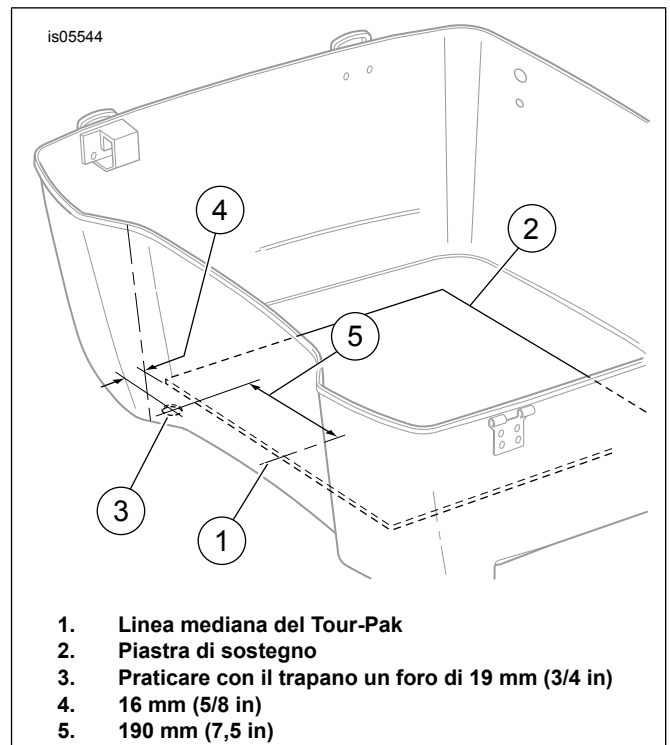
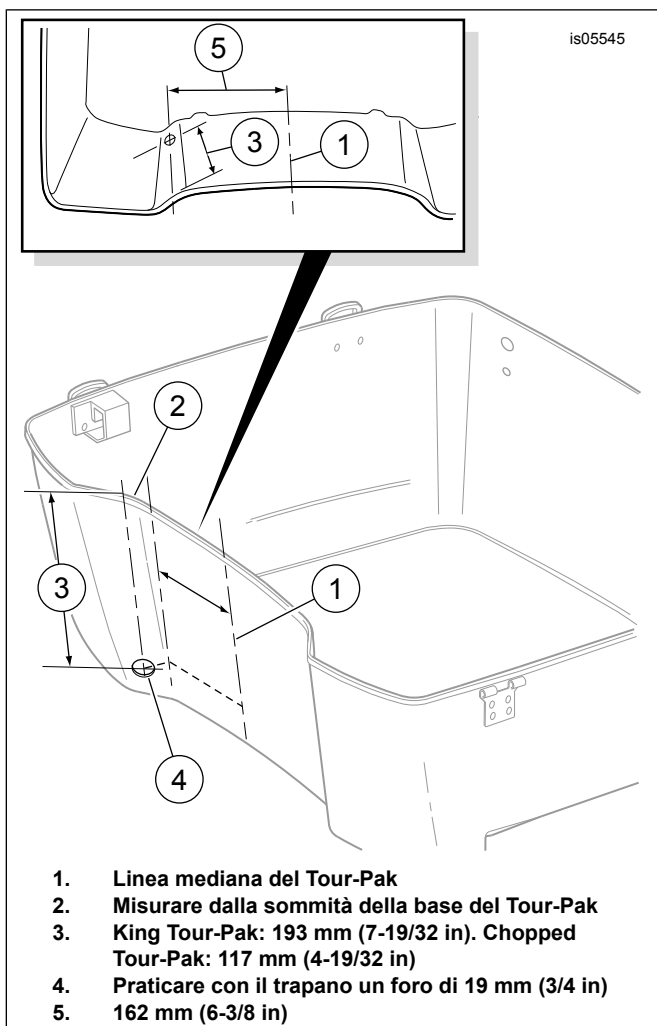

Figura 2. Punto di foratura per il cavo dell'antenna CB (Tour-Pak tipo 1)
Figura 3. Punto di foratura per il cavo dell'antenna CB (Tour-Pak tipo 2)
- a. Vedere Figura 2. Misurare e determinare il centro (1) della piastra di sostegno (2) che copre il fondo del Tour-Pak.
- c. Misurare nuovamente e contrassegnare il centro della piastra di sostegno (2) sul davanti della striscia di nastro e di nuovo vicino al retro. Tracciare una linea retta che congiunga i due segni.
- d. Mantenendosi di fronte al nastro, misurare 190 mm (7,5 in) (5) tra la linea mediana e il lato destro del fondo del Tour-Pak.
- g. Misurare in avanti 16 mm (5/8 in) (4) dal bordo anteriore della piastra di sostegno e tracciare una breve linea trasversalmente alla linea tracciata al punto precedente.
- j. Da sotto il Tour Pak, praticare con il trapano un foro (3) di 19 mm (3/4 in) dall'esterno verso l'interno del Tour-Pak.
- l. Vedere Figura 3. Misurare e determinare il centro (1) della parete anteriore interna del Tour-Pak.
- o. Mantenendosi di fronte al nastro, misurare 162 mm (6-3/8 in) tra la linea mediana e la parete anteriore destra del Tour-Pak. Non seguire la curva della parete, ma misurare **diritto fino all'altro lato**. Vedere il riquadro nella Figura 3.
- r. **Per il King Tour-Pak:** Misurare verso il basso 193 mm (7-19/32 in) (3) dal bordo superiore del Tour-Pak. **Per il Chopped Tour-Pak:** Misurare verso il basso 117 mm (4-19/32 in) (3) dal bordo superiore del Tour-Pak. Tracciare una breve linea orizzontale trasversalmente alla linea verticale.
- u. Dall'esterno del Tour Pak, praticare con il trapano un foro (4) di 19 mm (3/4 in) attraverso il foro di guida verso l'interno.